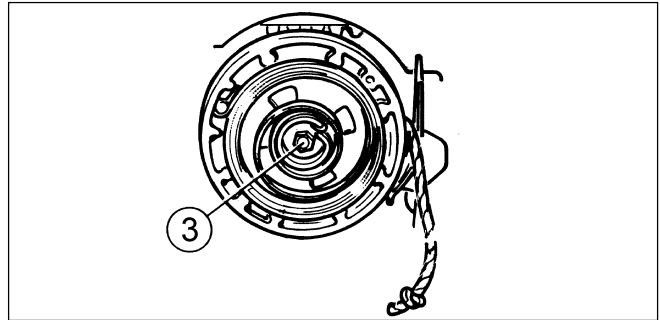
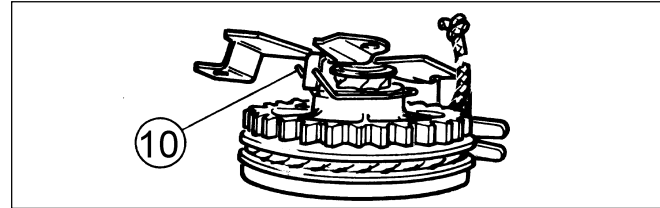

Fig. 14
Fig. 15
- Remonter le pignon plastique (7) sur la poulie (6).
- Enrouler la corde sur la poulie et enfiler l'ensemble poulie pignon plastique sur l'axe de la patte (11).
- Bloquer l'ensemble avec la vis (3) (Fig. 14). Introduire le ressort frein (10) dans son logement (Fig. 15) en faisant bien attention à engager les prolongements latéraux du ressort dans son guide.
**NOTA** - à l'origine, la vis (3) (Fig. 14) avait un filetage "à droite", puis sur les dernières productions un filetage avec un pas à gauche. La vis avec pas à gauche porte la lettre "S" sur la tête de vis.